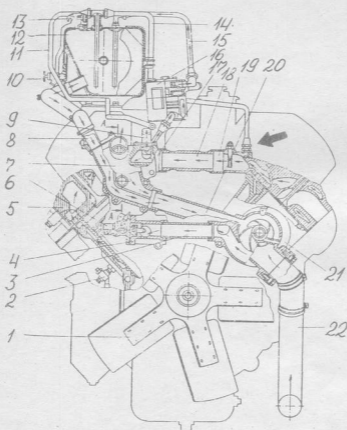

Рис. 20. Схема системы охлаждения:
65. Подсоединить перепускную трубу 14 от двигателя к расширительному бачку (Рис. 20), к штуцеру левой водяной трубы 19 и завернуть накидную гайку перепускной трубы. Работу выполнять на двигателях более ранних годов выпуска. (Ключ гаечный открытый 22 мм).